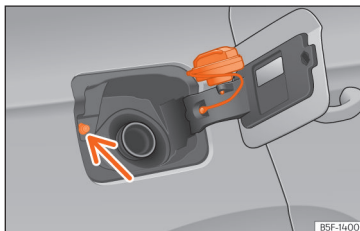

Fig. 205 Tapa del depósito con el tapón encajado.
- Colóquelo en el espacio que hay en la bisagra de la tapa abierta »»» **fig. 205.**
Evite tocar el botón de bloqueo de la tapa de combustible » » **fig. 205** (flecha). El sistema entenderá que ha acabado y no podrá seguir repostando. Vuelva a pulsar la tecla de la puerta del conductor para continuar.